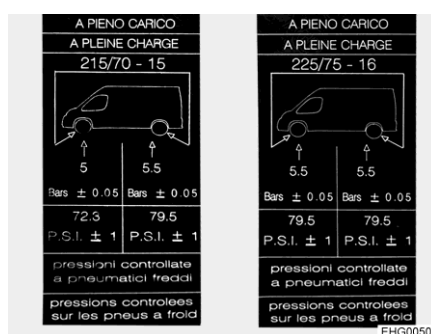

Fig. 116 Etichetta di avvertenza pressione degli pneumatici applicato su montante B (esempio)
- ▷ Le etichette con le indicazioni sulla pressione degli pneumatici richiesta sono applicate sull'interno del montante B (vedere Fig. 116).